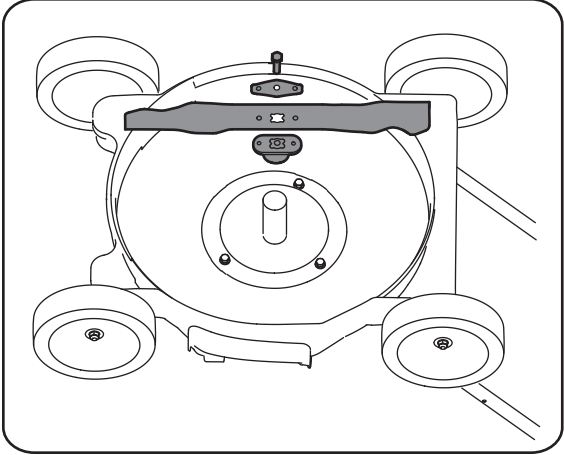

Figure 11
3. Enlevez le boulon et le support de la lame qui maintiennent la lame et l'adaptateur sur le vilebrequin. Voir la Figure 11.
9. Placez l'adaptateur de la lame sur le vilebrequin, «l'étoile» à l'opposé du moteur. Voir la Figure 11. Placez la lame, le côté sur lequel